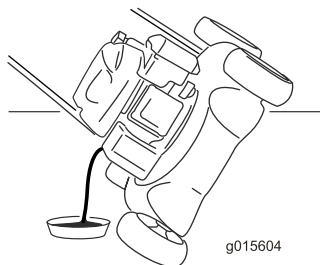

Figure 26
- Inclinez la machine sur le côté (jauge en bas) pour vidanger l'huile usagée par le goulot de remplissage (Figure 26).